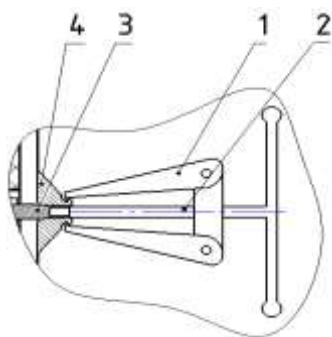

Рис. 22 – Съёмник для крыльчатки
3. Снять крыльчатку при помощи съёмника (рис. 22);